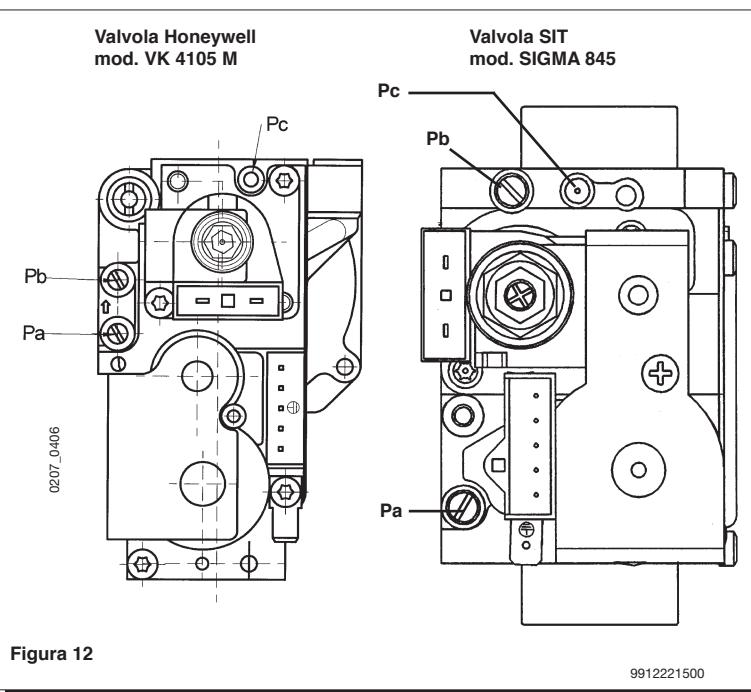

Figura 12
Le modalità di taratura del regolatore di pressione sono leggermente differenti a seconda del tipo di valvola del gas utilizzata (HONEYWELL o SIT vedi figura 12).
Las modalidades de calibrado del regulador de presión difieren ligeramente según el tipo de válvula del gas utilizada (HONEYWELL o Sit, véase figura 12).
- collegare la presa di pressione positiva di un manometro differenziale, possibilmente ad acqua, alla presa di pressione (Pb) della valvola del gas (figura 12). Collegare, solo per i modelli a camera stagna, la presa negativa dello stesso manometro ad un apposito "T" che permetta di collegare insieme la presa di compensazione della caldaia, la presa di compensazione della valvola del gas (Pc) ed il manometro stesso. (Una pari misura può essere effettuata collegando il manometro alla presa di pressione (Pb) e senza il pannello frontale della camera stagna); Una misura della pressione ai bruciatori effettuata con metodi diversi da quelli descritti potrebbe risultare falsata in quanto non terrebbe conto della depressione creata dal ventilatore nella camera stagna.
- conectar la toma de presión positiva de un manómetro diferencial, posiblemente de agua, a la toma de presión (Pb) de la válvula del gas (figura 12). Conectar, sólo para los modelos a cámara estanca, la toma negativa del mismo manómetro a un especial "T" que permita conectar entre ellos la toma de compensación de la caldera, la toma de compensación de la válvula del gas (Pc) y el manómetro mismo. (Se puede efectuar una medición equivalente conectando el manómetro a la toma de presión (Pb) y sin el panel frontal de la cámara estanca); Una medición de la presión en los quemadores efectuada con métodos diferentes a los descritos podría resultar incorrecta, dado que no tomaría en cuenta la depresión creada por el ventilador en la cámara estanca.
- verificare che la pressione dinamica di alimentazione della caldaia, misurata alla presa di pressione (Pa) della valvola del gas (figura 12 pagina 18) sia quella corretta (30 mbar per il gas butano, 37 mbar per il gas propano o 20 mbar per il gas naturale).
- controlar que la presión dinámica de alimentación de la caldera, medida en la toma de presión (Pa) de la válvula del gas (figura 12 en página 18), sea correcta (28 mbar para el gas butano, 37 mbar para el gas propano o 20 mbar para el gas natural).